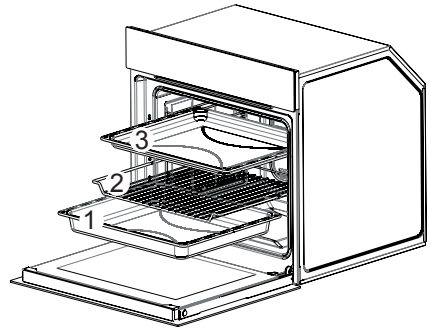

Abb. 21
- Entfernen Sie die Backbleche bzw. den Grill (1-2-3 / Abb. 21).